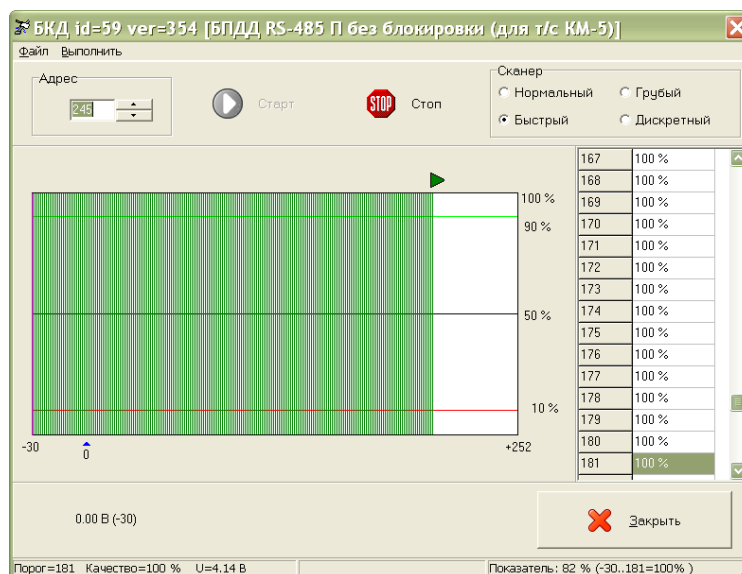

Рисунок 18
- 5) Проверить качество связи в СОС-95 между БКД-М и адресным устройством (рисунок 18). Для исправного БКД-М качество связи должно быть 100% на всем диапазоне порогов приема ИПЛ.